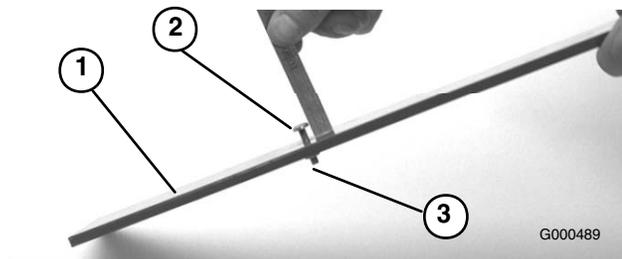

Bild 52
4. Lösen Sie die Mutter an der Messlehre (Bild 52) und stellen Sie die Einstellschraube auf die gewünschte Schnitthöhe ein. Der Abstand zwischen dem unteren Ende des Schraubenkopfs und der Stirnseite der Messlehre ist die Schnitthöhe.